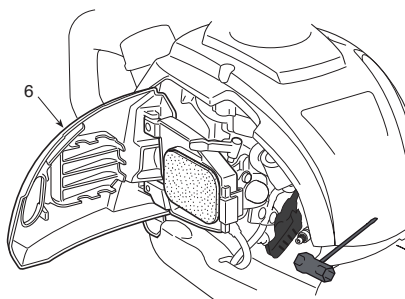

Fig. 21
- > Desconecte el conector de la bujía (5) (Fig. 21).
- > Afloje la bujía con la llave de bujías (20) en sentido antihorario y quítela cuidadosamente (Fig. 21).